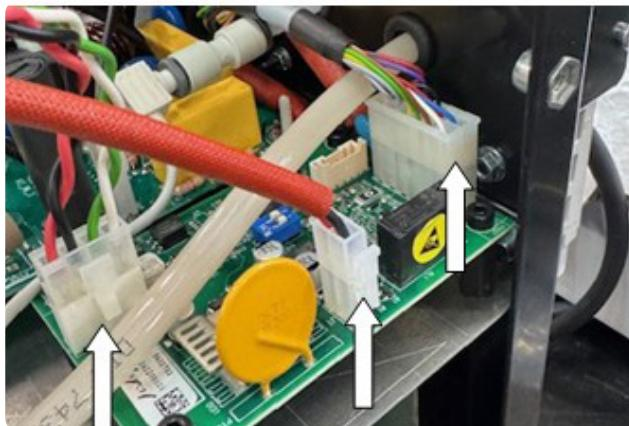

Fig. 5
- ◆ Collegare il rimanente connettore 16-poli della connessione 5587493 (pos.2) al connettore J2 del circuito interfaccia CNC 5602702 (pos.1), come mostrato in Fig.5.
- ◆ Collegare il connettore 4-poli della connessione 5587505 (pos.3) al connettore J3 del circuito interfaccia CNC 5602702 (pos.1), come mostrato in Fig.5.
- ◆ Collegare il connettore 2-poli della connessione 5585932 (pos.4) al connettore J1 del circuito interfaccia CNC 5602702 (pos.1), come mostrato in Fig.5;